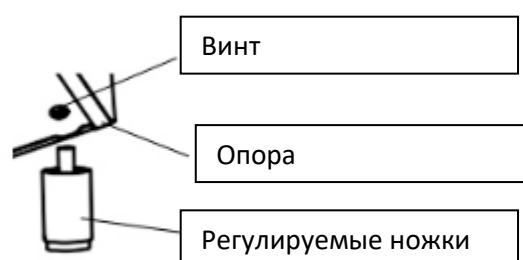
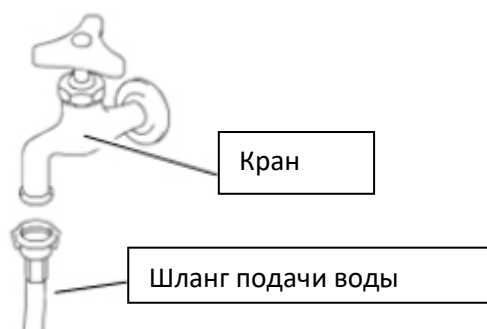

Рис. 4
Рис. 8
4. Для крепления ножек к дну используйте четыре регулируемых дополнительных ножки высотой 10–15 см. Затяните гайки под дном, как показано на рис. 4. Будьте осторожны, не повредите льдогенератор.
Подключите один конец шланга подачи воды к крану подачи воды (рис. 4), а другой конец шланга к льдогенератору. Следите, чтобы уплотнение не сместилось, и затяните соединение руками. Сливная труба крепится к разъему на задней стенке оборудования, как показано на рис. 8. Проверьте, что резиновое уплотнение установлено правильно. Трубу можно обрезать до нужной длины, чтобы она не складывалась и не протекала.